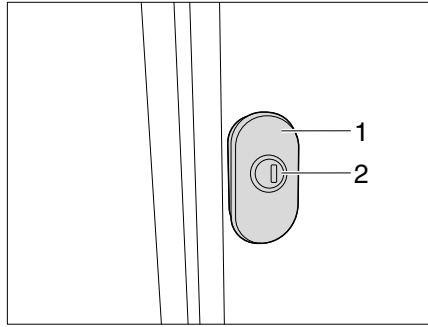
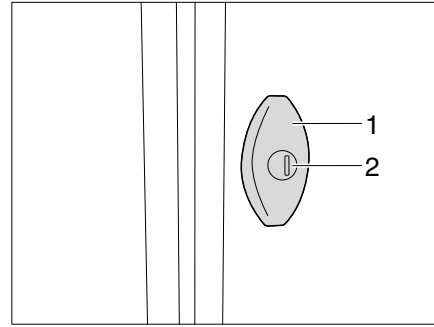

Bild 56 Vridspännlås (variant 1)
Bild 57 Vridspännlås (variant 2)
- Stick in nyckeln i låscylindern (Bild 56,2/Bild 57,2) och vrid ett kvarts varv. Lucklåset är upplåst.
- Dra i vridspännlåset (Bild 56,1/Bild 57,1) och vrid i 180° moturs. Den utvändiga luckan är öppen.
- För variant 1: Tryck in låscylindern (Bild 56,2) tills den klickar in på plats. Lucklåset är låst.